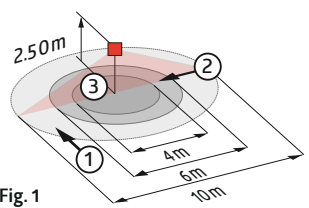

Fig. 1
| <p>► Fig. 12,5 m18°C</p> <p>① = max. Ø 10 m② = max. Ø 6 m③ = max. Ø 4 m</p> | Reichweite beiMontagehöheUmgebungstemperatur   | Range of coverage atmounting heightambient temperature  | Portée pour une hauteur demontage detempérature ambiante   | Bereik opMontagehoogteomgevingstemperatuur   |